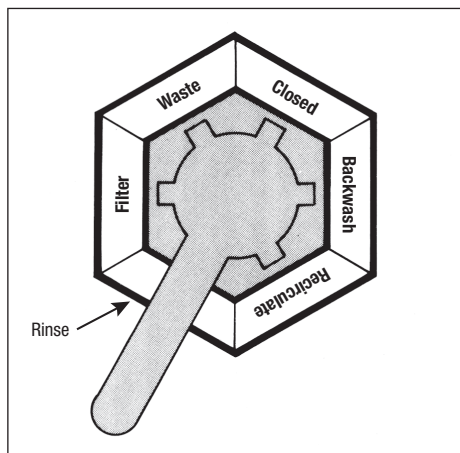

Figura 8. Posiciones de la manija de la válvula desviadora
1. El caudal de agua a través de un filtro de TD se controla mediante una válvula de retrolavado opcional o una válvula desviadora de dos (2) o tres (3) puertos.
2. La manija en la parte superior de la válvula de retrolavado o la válvula desviadora se puede colocar en diferentes posiciones. La función de cada posición se describe a continuación (consulte la Figura 8).
- Consulte la Figura 8 para conocer la disposición de las rejillas en el conjunto de rejillas del filtro.